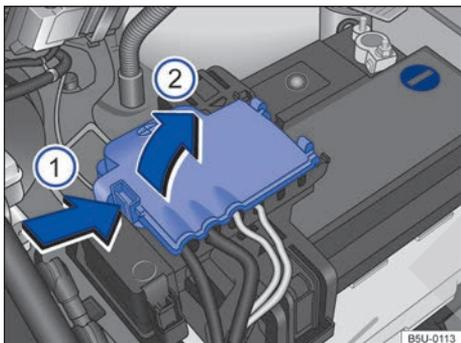

Fig. 171 Compartimento del motor: acceso al terminal positivo de la batería.
- Abrir la cobertura del polo positivo. Para abrir, presionar la traba en el sentido de la flecha → fig. 171 Ⓜ️, plegar la cobertura hacia el costado en el sentido de la flecha Ⓜ️.